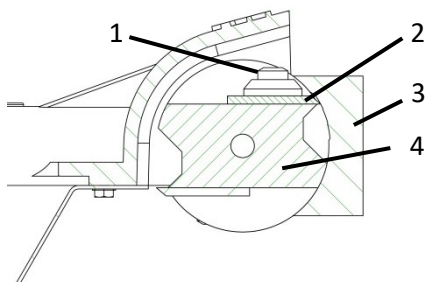

Fig. 11: Indstilling af kniv
- > Knivbolt løsnes (**1** – Fig. 11).
- > Skyd kniven (**2** - Fig. 11) helt tilbage.
- > Læg skydelære (**3** - Fig. 11) på valsen (**4** - Fig. 11), så den ligger på begge flader af valsen oppe og nede.